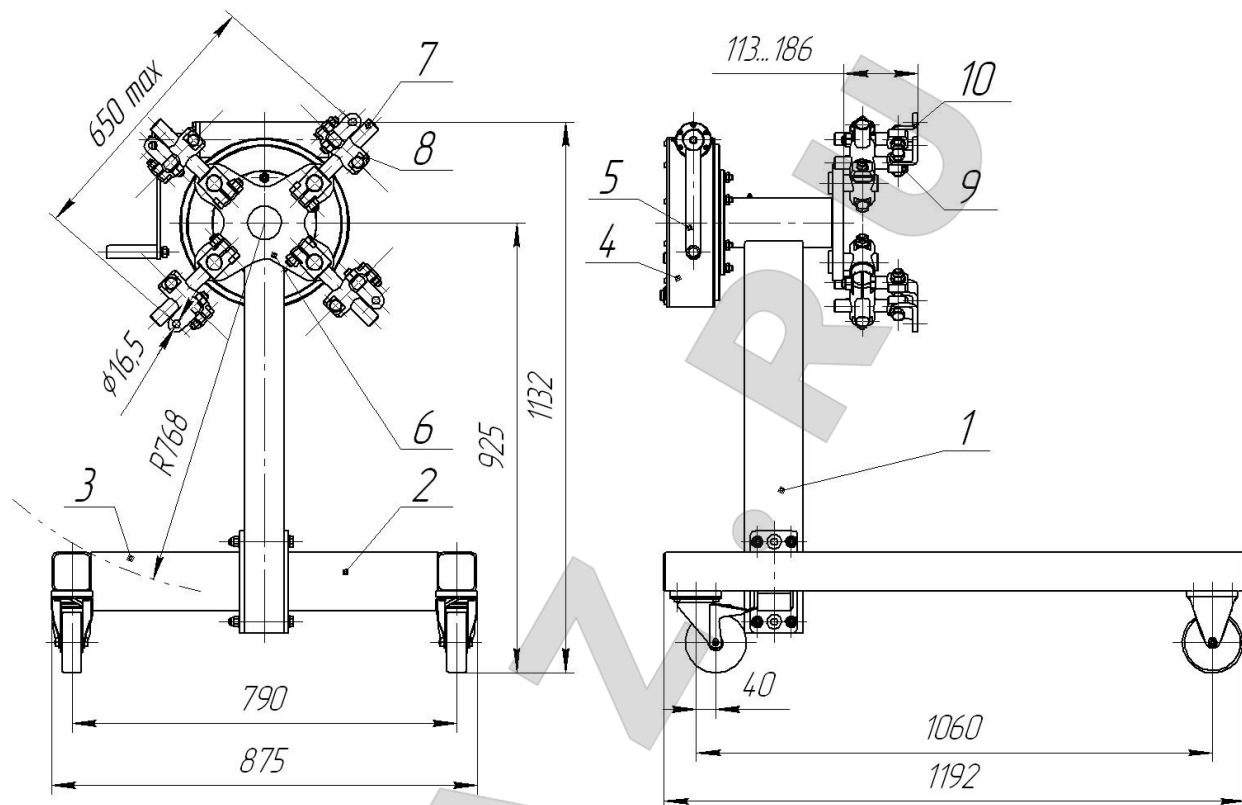

Рис. 1 Стенд P500E
4.1. Двигатель на стенде закрепляется на адаптерах (поз. 7, 8, 9, 10 рис. 1), которые установлены на шпинделе 6. Вращением рукоятки 5 через червячный редуктор 4 двигатель поворачивается в положение наиболее удобное для работы.
Установите и отрегулируйте по высоте опоры (поз. 10, рис. 1). Стенд должен равномерно опираться на все четыре опоры.
Ослабить крепежные болты на адаптерах (поз. 7, 8, 9, 10 рис.1).
Болтами или шпильками (в комплект не входят) закрепить уголки (поз. 9, рис. 1) к двигателю.